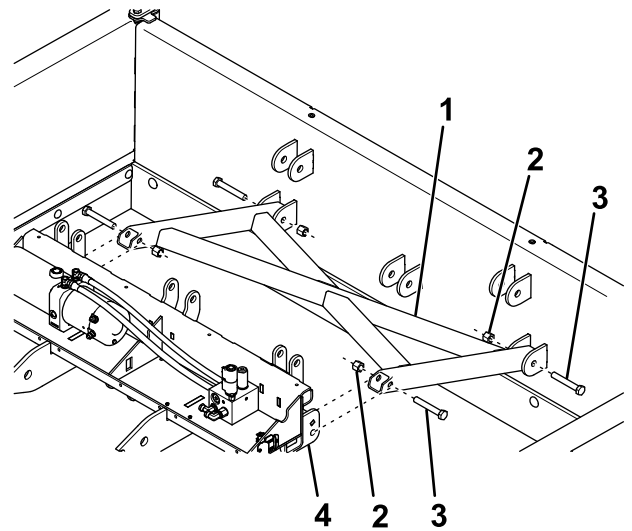

Bild 5
1. Befestigen Sie das flache Ende des Hubarms mit zwei Schrauben (5/8" x 4") und Sicherungsmuttern lose an den unteren Halterung des mittleren Schneeschildes (Bild 5).
2. Befestigen Sie das angewinkelte Ende des Hubarms mit zwei Schrauben (5/8" x 4") und Sicherungsmuttern lose an den unteren Halterung der Kupplungsbaugruppe (Bild 5).